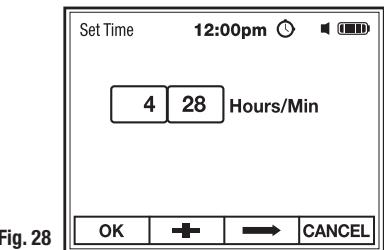

Fig. 28
2. Utilice el botón de función **F2 +** para establecer el valor numérico (resaltado en rojo), (Fig. 28).
3. Utilice el botón **F3 →** para seleccionar Horas o Minutos (Fig. 28).
4. Pulse el botón **F1 OK** para guardar la configuración y volver al Menú de Fecha/Hora (Fig. 28).